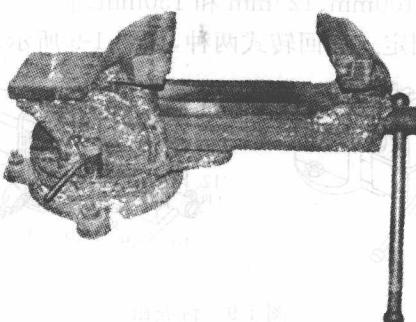

图 1-10 拆卸活动钳身
(1) 逆时针转动手柄 12，拆下活动钳身 10，如图 1-10 所示。
当活动钳身移至图 1-10 所示位置时，需用手托住其底部，以防止活动钳身突然掉落，造成其损坏或砸伤操作者脚面。